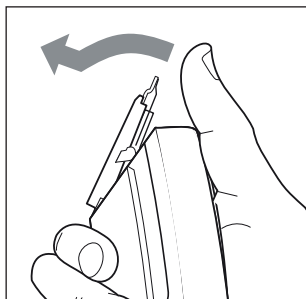
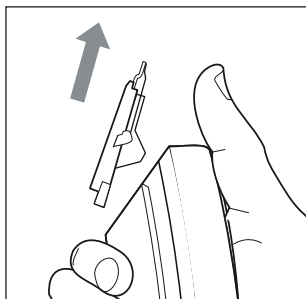

Fig. 8
Fig. 9
- La lama della testina di taglio ❶ può essere pulita con acqua. Non usare altri liquidi.
- 1) Per prima cosa spingere via con il pollice la testina di taglio ❶ dall'apparecchio (vedere fig. 8). Poi estrarre la testina di taglio ❶ dall'apparecchio tirandola verso l'alto (vedere fig. 9).